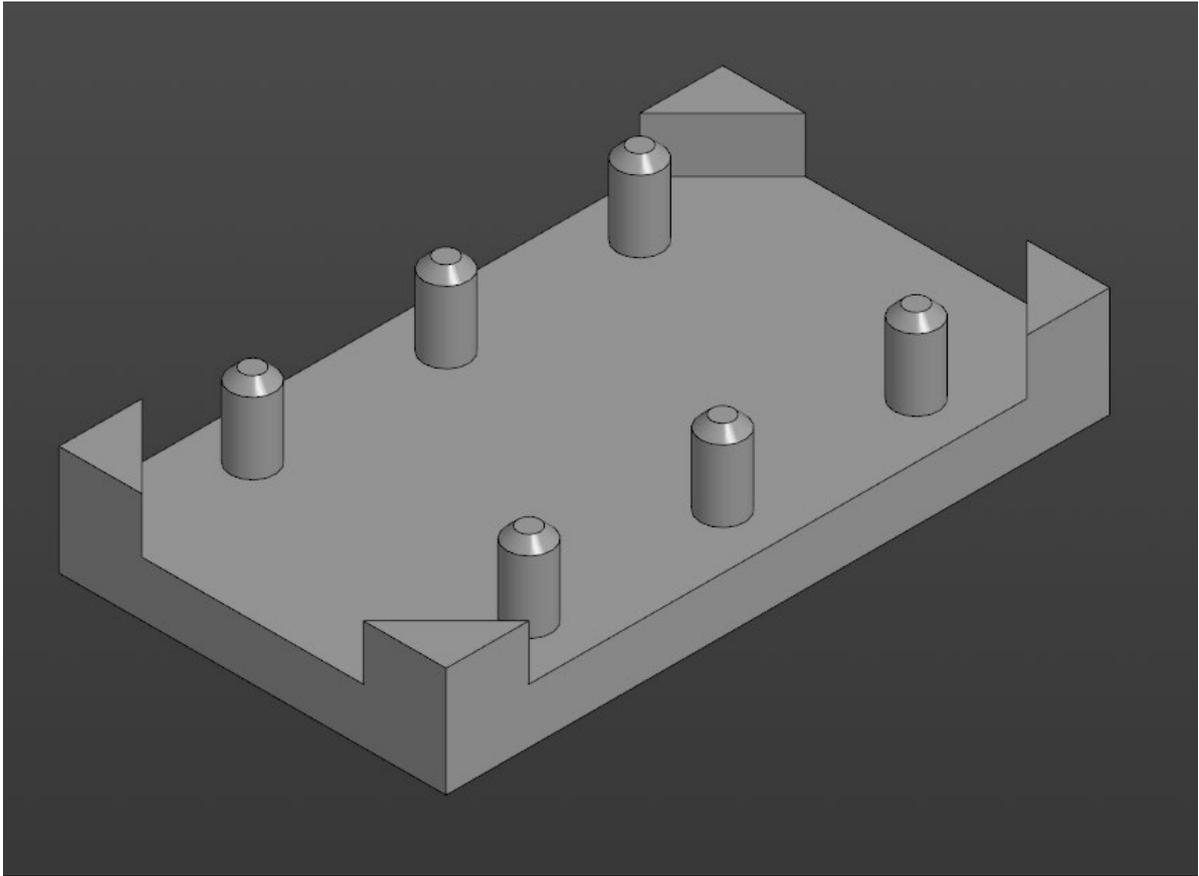
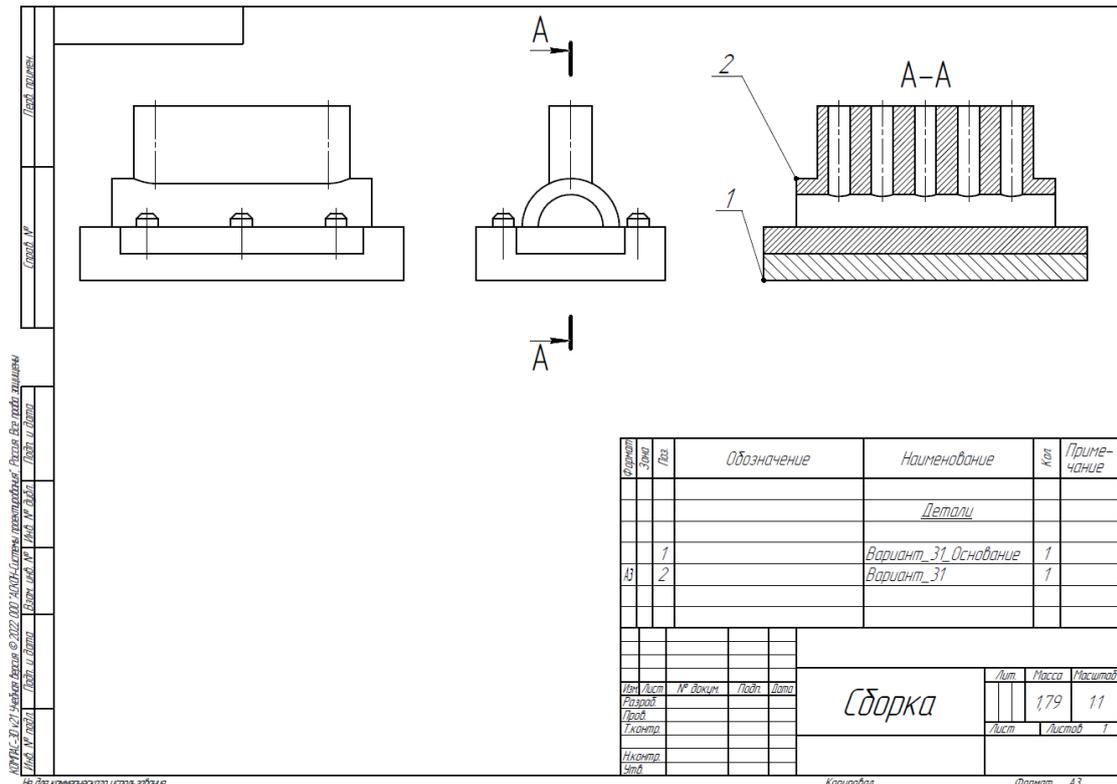

Рис. 2. Модель детали Вариант_31_основание.
Рис. 3. Сборка из двух деталей
2. Создайте трехмерную сборку из двух деталей по чертежу (рис. 3) вторая деталь готова и сохранена в формате *.step. Файл детали приложен к заданию (рис. 2). – 20 баллов.